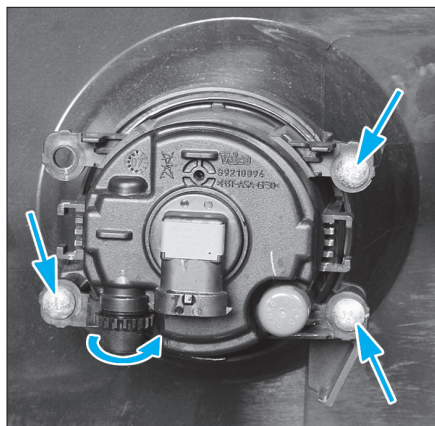

FIG. 10
- les trois vis de fixation du projecteur antibrouillard (Fig.10).